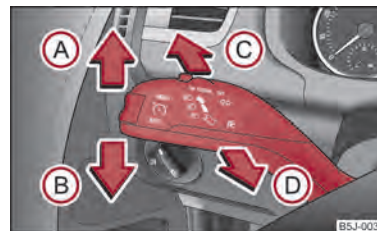

Abb. 26 Der Blinklicht- und Fernlichthebel
- Drücken Sie den Hebel nach oben  bzw. nach unten  ⇒ Abb. 26.